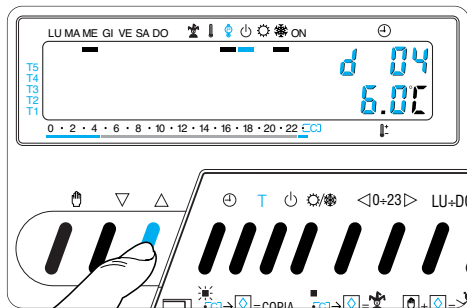

Fig. 63
16.6 - Premere il pulsante  o  sino a raggiungere il numero di giorni desiderato da 1 a 99 (fig. 63). Nel conteggio dei giorni è compreso anche quello in cui viene effettuata la programmazione